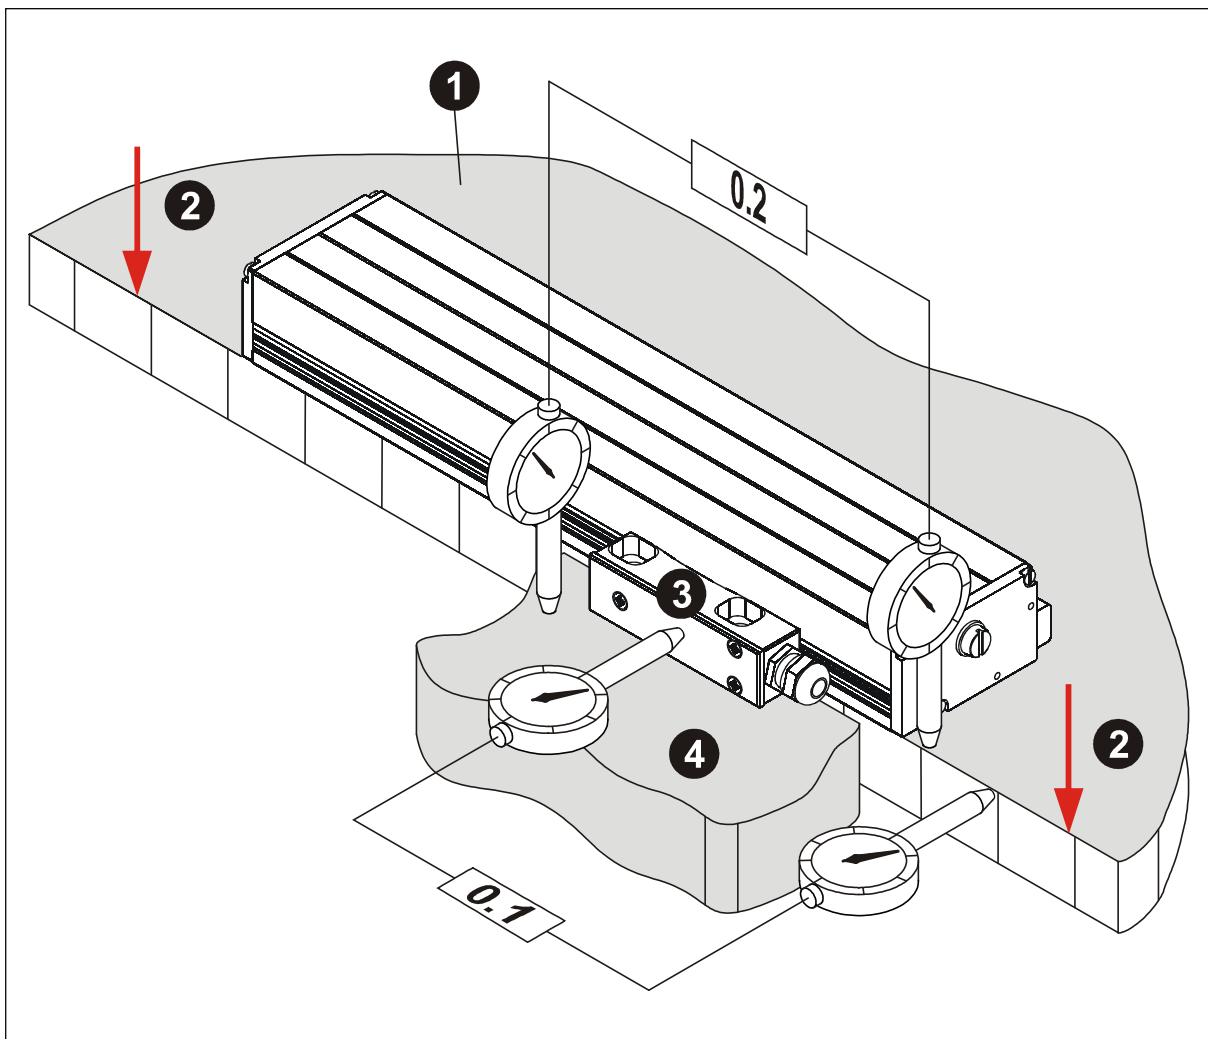
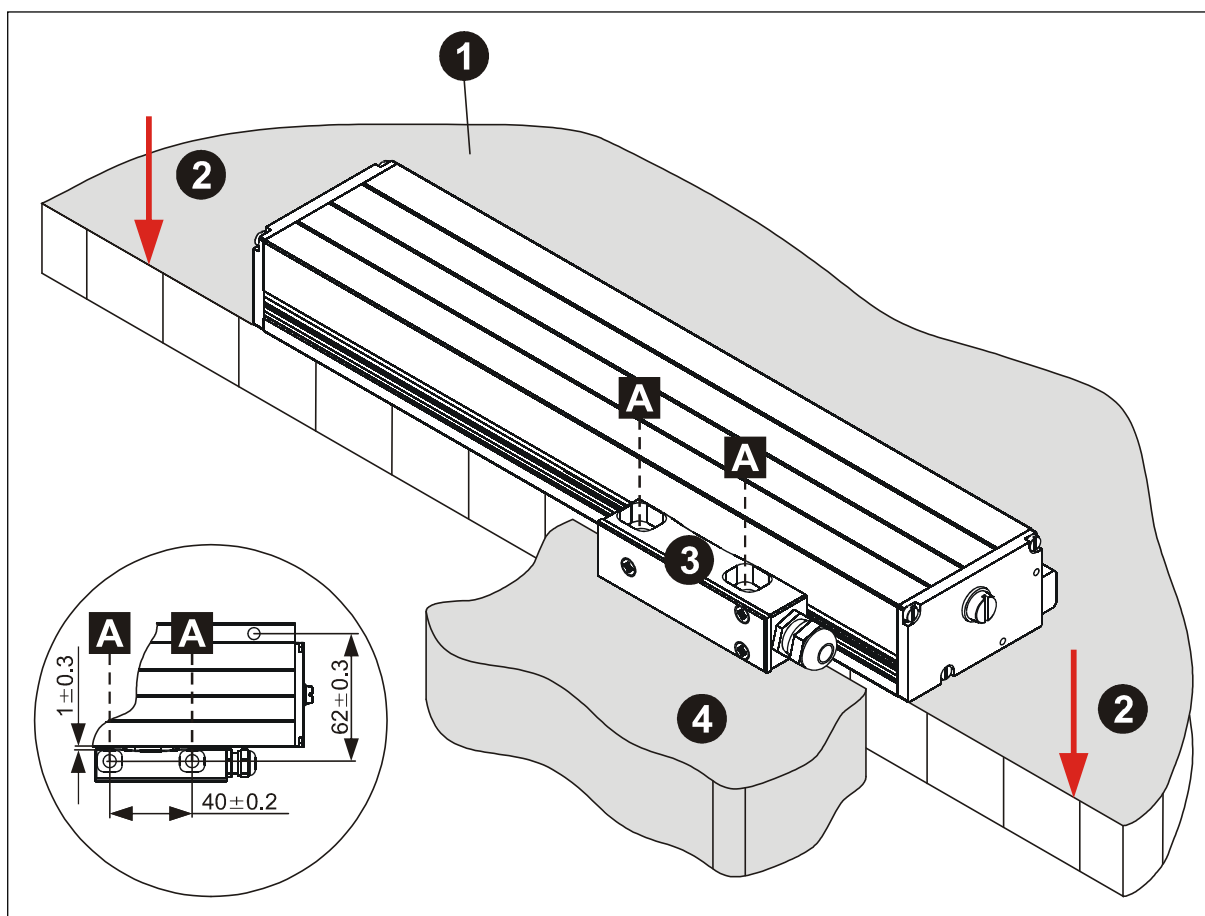

Abbildung 9: Vorbereitung der Anschraubfläche (4), Variante 1
Abbildung 10: Befestigungsbohrungen Mitnahmeschlitten, Variante 1
- Mitnahmeschlitten nach Toleranzangaben Abbildung 9 Seite 22 und zusätzlich nach dem Maß 1 ± 0.3 mm Abbildung 10 Seite 23 bezogen auf die gesamte Messlänge ausrichten
- Lässt sich die Montagehilfe (1) über die gesamte Messlänge leicht zwischen Mitnahmeschlitten (2) und Mess-System einschieben ?